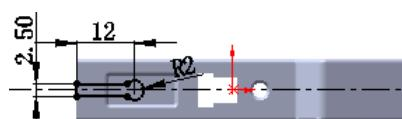

图 16.5.37 横断面草图
② 定义横断面草图。在草图环境中绘制图 16.5.37 所示的横断面草图。
(3) 定义切除深度属性。在“切除一拉伸”对话框 方向 1 区域的 \downarrow 下拉列表中选择 完全贯穿 选项。
(4) 单击对话框中的 \checkmark 按钮，完成切除一拉伸 4 的创建。